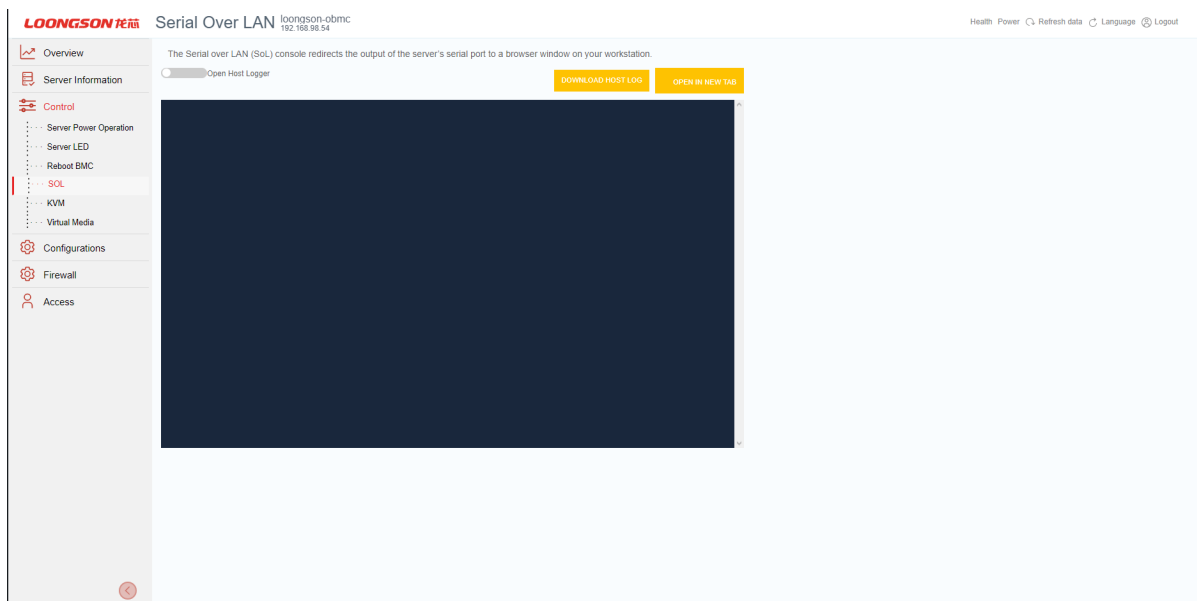

Рис. 75. Окно «SOL»
- 5) Пройдите во вкладку «Control» → «SOL» в данной вкладке осуществляется перенаправление выходных данных последовательного порта сервера в окно браузера на вашей рабочей станции. Окно показано на рис. 75 Окно «SOL»